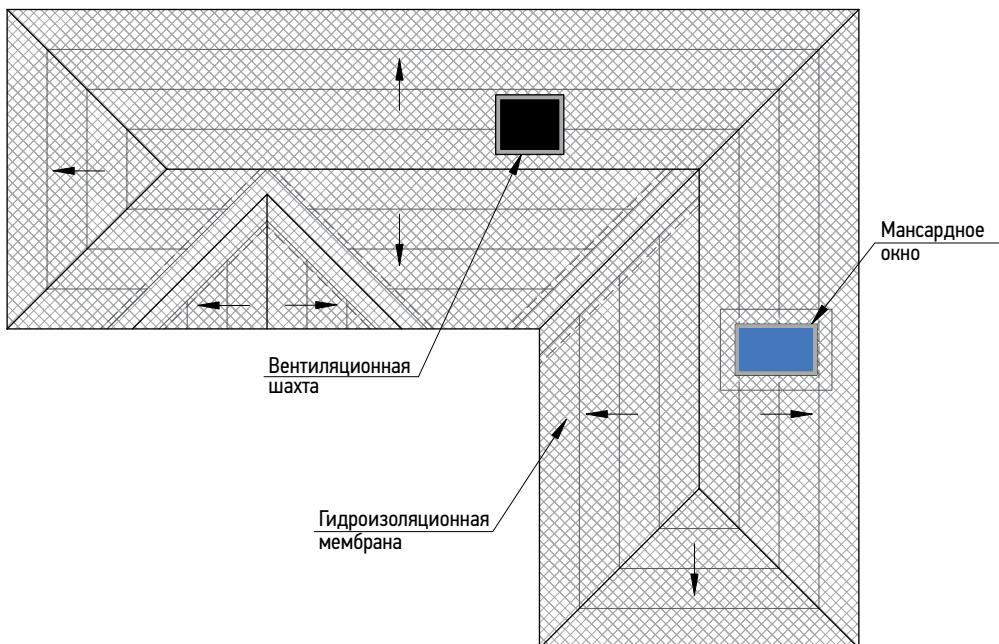

Рис. 2.17. Гидроизоляция по всей поверхности крыши
**При уклоне скатов менее 30 градусов** подкладочный ковер укладывается по всей поверхности крыши рядами, параллельными карнизу, с продольным нахлестом 10 см, поперечным — 20 см (рис. 2.17).